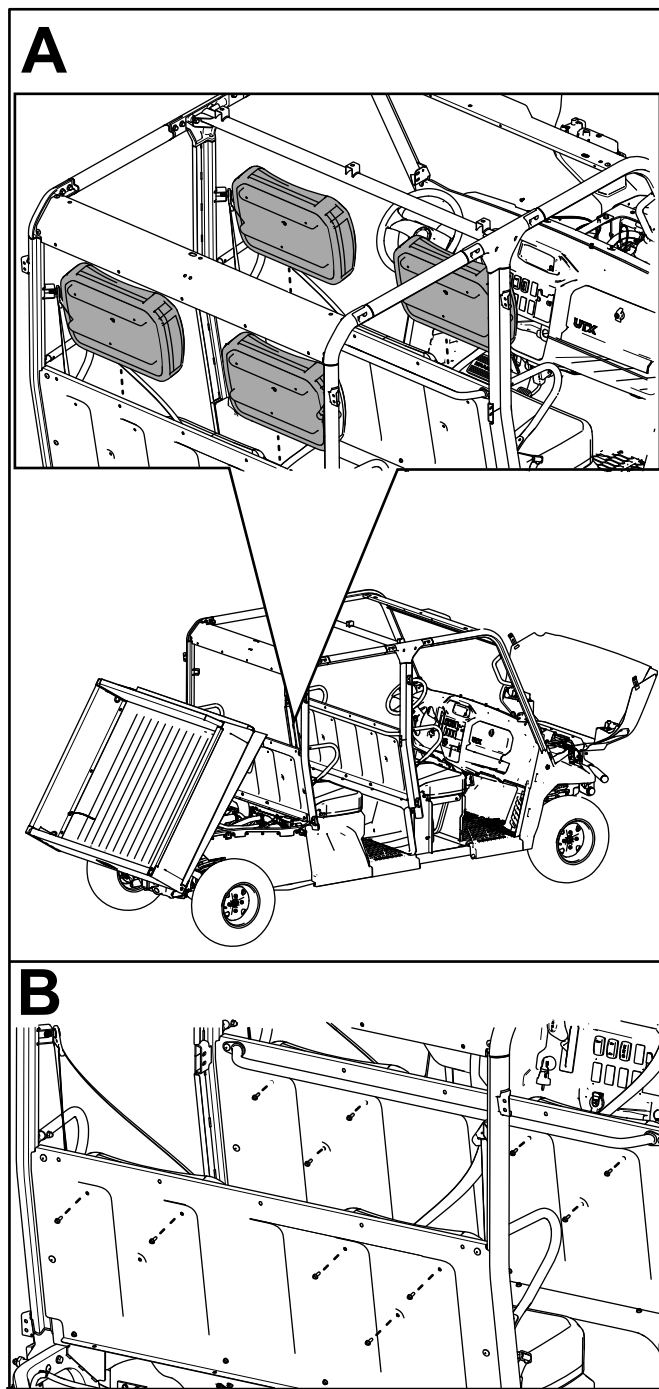

Figura 65
- E. Sujete los 4 respaldos a los paneles de los asientos usando 11 pernos de cabeza hexagonal con arandela prensada (1/4" x 3/4"), como se muestra en la Figura 65.